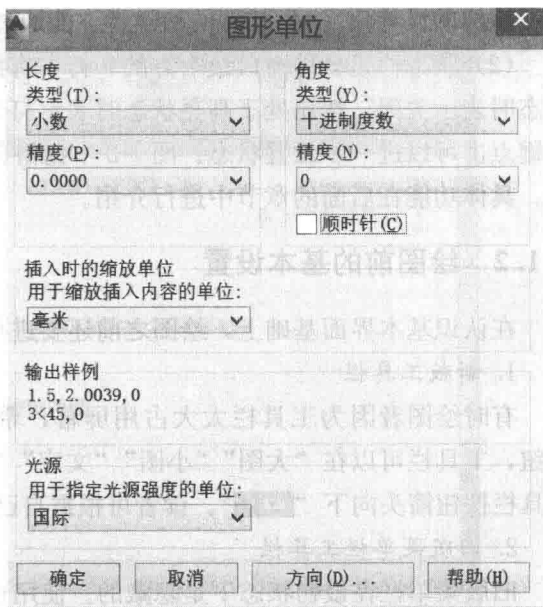

图 1-4 图形单位对话框
(1) 关于图形界限, CAD 中可以通过“格式”→“图形界限”来确定图纸大小。但是一般不使用这个设置,可以想象 CAD 图纸是一张无限大的图纸。
(2) 绘图比例也先不确定,按照实际的尺寸绘图。打开菜单“格式”→“单位”,弹出图形单位对话框,如图 1-4 所示。
① 在建筑绘图中可将尺寸单位设置为毫米(本书所有尺寸均按实际尺寸绘制,即单位:毫米)。
② 长度类型为小数,精度为 0.0000。设置小数点后 4 位,是为了绘制时更加精确。
③ 角度类型为十进制度数,精度为 0。如果有需要,可以将角度的精度定为 0.00。
④ 输出样例:在 CAD 中,长度和角度的表达方式一定要熟练掌握,以后绘图中会频繁使用到。如图 1-4 所示。